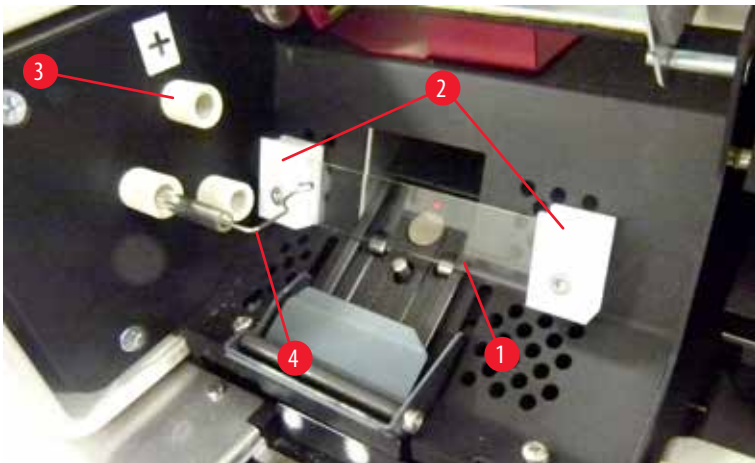

图 20
5. 确保接触弹簧 (→"图 19-2")/(→"图 20-4") 已从灯泡的点火线 (→"图 21-1") 上拆下 (另请参见 (→"图 20"))。